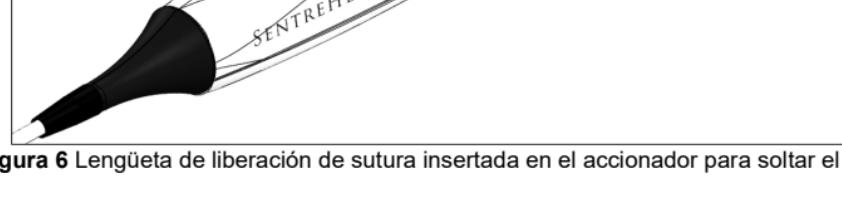
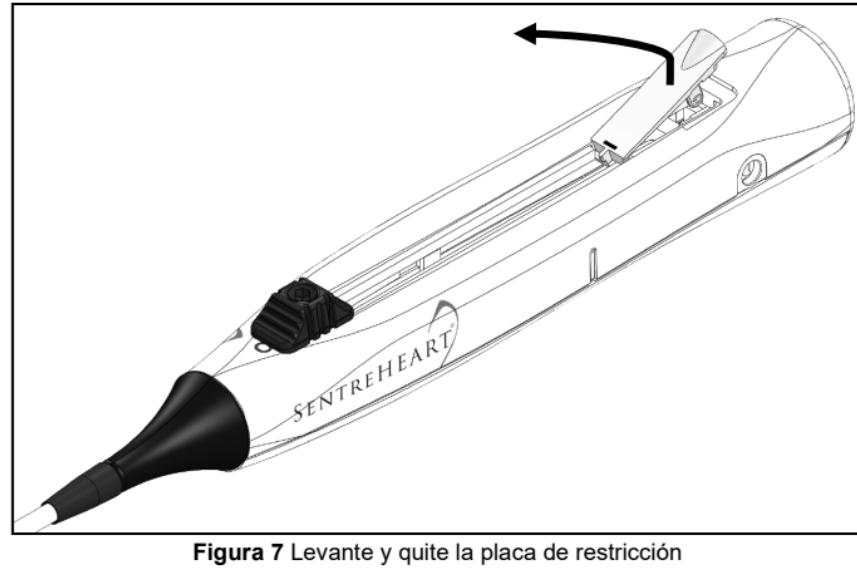
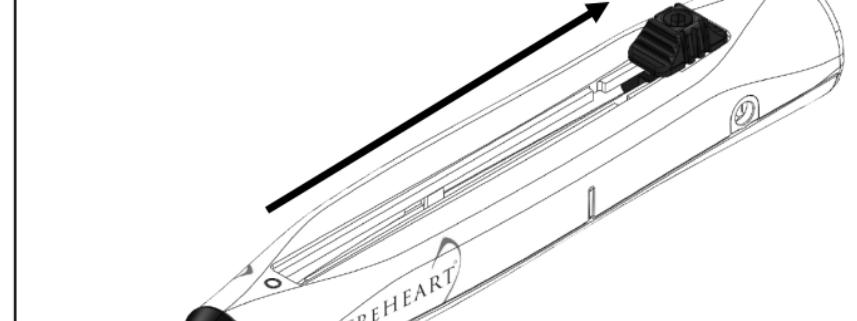

Figura 6 Lengüeta de liberación de sutura insertada en el accionador para soltar el asa
Figura 7 Levante y quite la placa de restricción
Figura 8 Botón deslizante del asa completamente retraído
21. Si no se puede liberar el instrumento por alguna restricción anatómica, introduzca completamente la lengüeta de liberación de sutura en el orificio del accionador para soltar el asa situada en la parte lateral del mango, como se indica en la figura 6, con el fin de soltar la lazada del asa. Manteniendo la punta en contacto con el tejido, quite la placa de restricción como se indica en la figura 7. Por último, retraiga completamente el botón deslizante del asa en dirección proximal como se ilustra en la figura 8.
NOTA: Asegúrese de que ha quitado del todo la placa de restricción (consulte la figura 7). Si es necesario, vuelva a introducir la lengüeta de liberación de sutura en el accionador para soltar el asa.